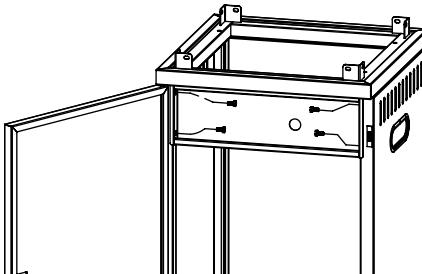

Рис. 10.
7. Расположите круглое отверстие панели управления справа посередине верхней части левой и правой боковых пластин, закрепите его четырьмя винтами с шестигранной головкой M6×12, закройте переднюю дверцу, отрегулируйте зазор между передней дверцей и верхней пластиной корпуса, затем откройте переднюю дверцу и затяните винты. Отрегулируйте установку таким образом, чтобы передняя дверца имела равномерный зазор с верхней пластиной и корпусом коробки. Если панель управления не может быть свободно установлена между левой и правой боковыми пластинами, ослабьте винты А и В на предыдущем шаге, а затем затяните винты А и В после завершения этого шага сборки (рис. 10).